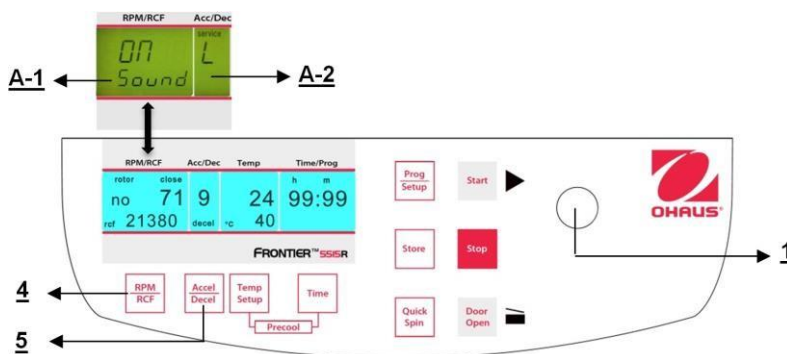

Figura 35
Proceda como se describe en el punto 4.1.1 para ingresar en este modo de programa y luego presione el botón **"Accel/Decel"** (5). En la pantalla **"Acc/Dec"** (A-2) destella la palabra **"Service"**. Ahora seleccione la letra **"L"** con la perilla de ajuste (1). Como resultado, aparecen las palabras **"On Sound"** en la pantalla **"RPM | RCF"** (4). Si presiona el botón **"RPM | RCF"** (4) ahora, destella la palabra **"On"** y puede apagar el sonido con la perilla de ajuste (1) (vea la Figura 35).